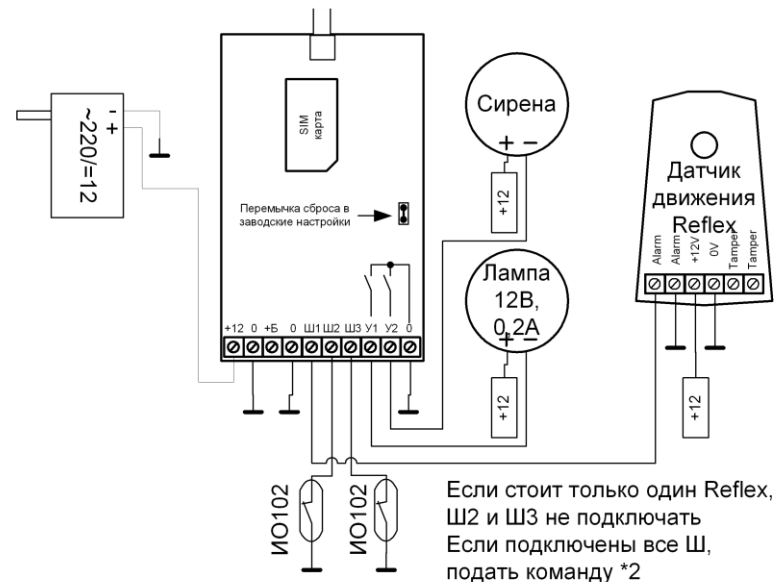

Рис. 1. Вариант "Гаражный". Подключение прибора с использованием всех шлейфов. Первичное питание подаётся через +12..
2) Соберите схему по рис.1. Датчик подключите только к Ш1.
Прибор должен использоваться **С НАСТРОЙКОЙ** для реализации всех его возможностей. Все настройки необязательны. Достаточно провести *регистрацию первого номера*, чтобы использовать прибор в варианте "Гаражный" с одним шлейфом Ш1 (рис. 1).
Соберите схему согласно рис.1 - 3. Подайте питание на прибор. Дождитесь (30 - 40 сек.) вспышек зелёного индикатора. С этого момента прибор зарегистрирован в GSM-сети.